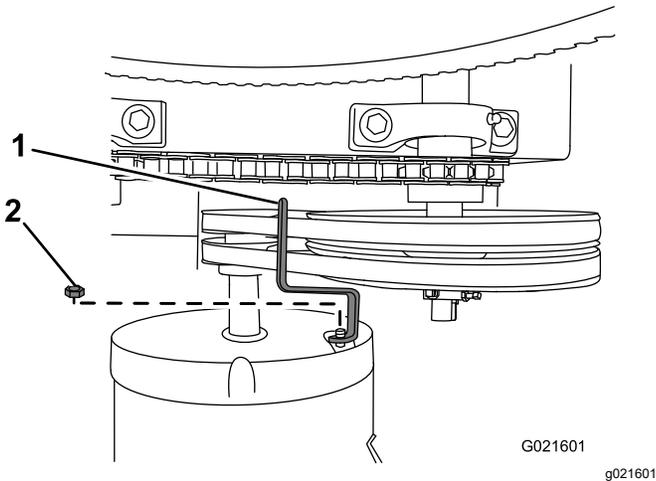

Figure 37
3. Retirez l'écrou qui fixe le guide des courroies au moteur, et déposez le guide (Figure 37).
7. Fixez légèrement le guide de courroies au moteur (Figure 37) avec le boulon retiré à l'opération 3 de Dépose des courroies \(page 29\).